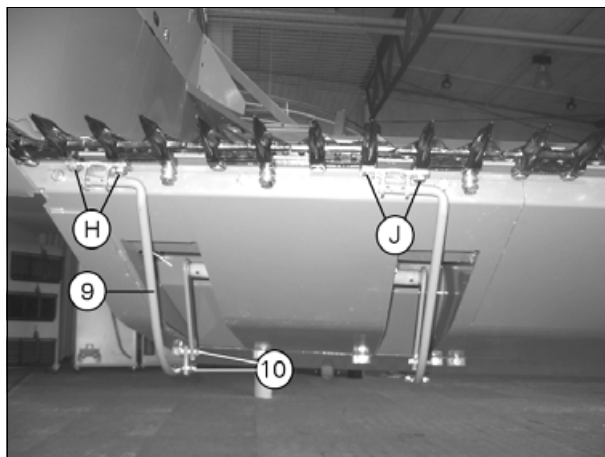

Рис. 6.
10. Предварительно затяните все болты на тягах. Затем ослабьте их на четверть оборота и затяните стопорные гайки, см. (рис. 6).